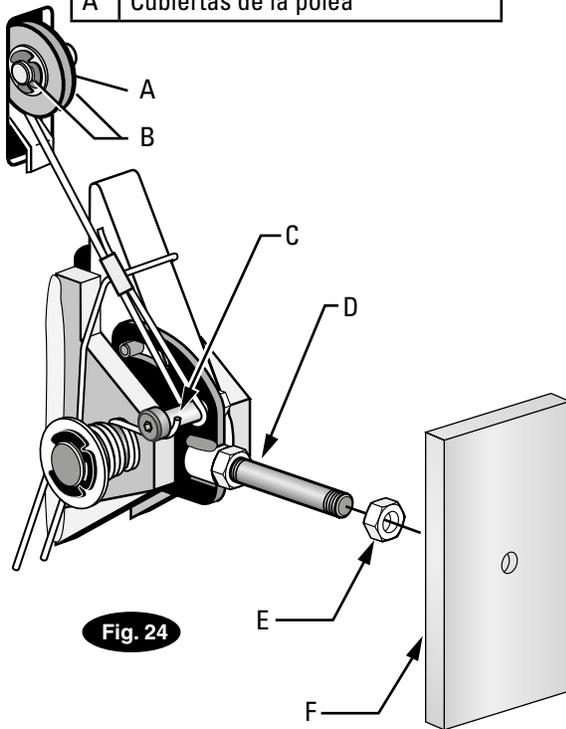

Fig. 24 Información
- B) Deslice el extremo de circuito del cable por encima del extremo del tornillo de tope en la placa de mando del trinquete, lado derecho, Fig. 24.
- C) Introduzca el otro extremo del cable a través de la ranura de la polea del cable de trinquete y asegúrese de que el cable pasa entre el lado inferior de la polea del cable de trinquete y la cubierta de la polea y de ahí por el interior de la columna derecha, Fig. 24.
- J) En este punto, DEBERÁ instalar el asa de trinquete, la tuerca de inmovilización y la cubierta de trinquete de la columna derecha, Fig. 24 y Fig. 27. Instale el pomo del asa de trinquete, Fig. 27.